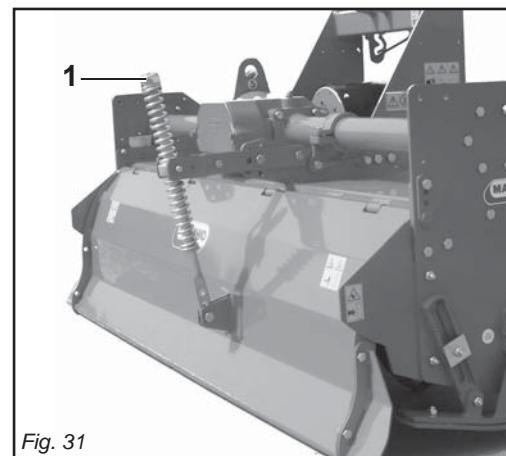

Fig. 31
- 2) Il martinetto a molla (1 Fig. 31) oltre a sostenere la lamiera livellatrice ed ammortizzarla nel trasporto su strada, serve a evitare il ribaltamento della macchina durante il parcheggio.
- 2) Besides supporting the levelling plate and acting as a shock absorber for it during road transport, the spring ram (1 Fig. 31) prevents the machine from overturning when parking.
- 2) Le vérin à ressort (1 Fig. 31) sert de soutien à la tôle de nivellement et de suspension pendant le transport sur route, pour éviter le basculement de la machine lors du stationnement.
- 2) Die Federwinde (1 Abb. 31) trägt nicht nur das Planierschild und dient beim Straßentransport zur Dämpfung von Stößen, sondern sie soll auch verhindern, daß die Maschine während des Parkens umkippt.
- 2) Si la máquina posee cilindro antivuelco posicionar el perno como se ve en la figura (1 Fig. 31).